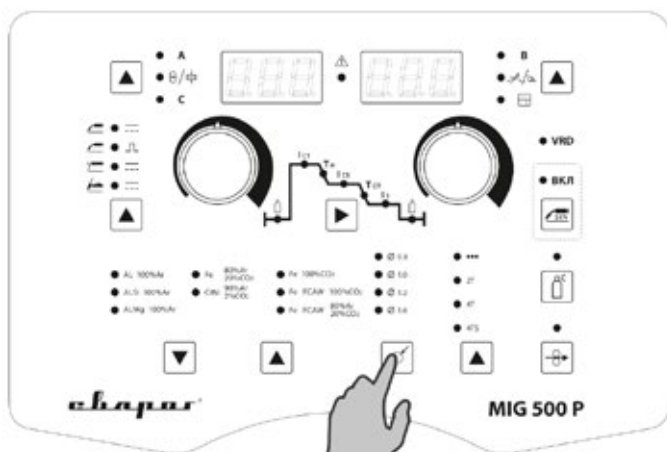

Рис. 8.7.5. Выбор диаметра сварочной проволоки.
5. Выберите диаметр сварочной проволоки (См. рис. 8.7.5) в зависимости от толщины свариваемого металла (См. табл. 7.0.2, поз. 13).